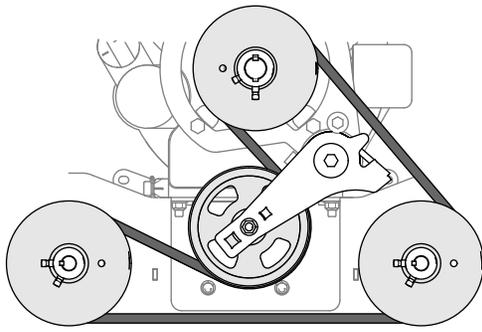

図 92
4. 図 92に示すように、新しいベルトをプーリに取り付ける。